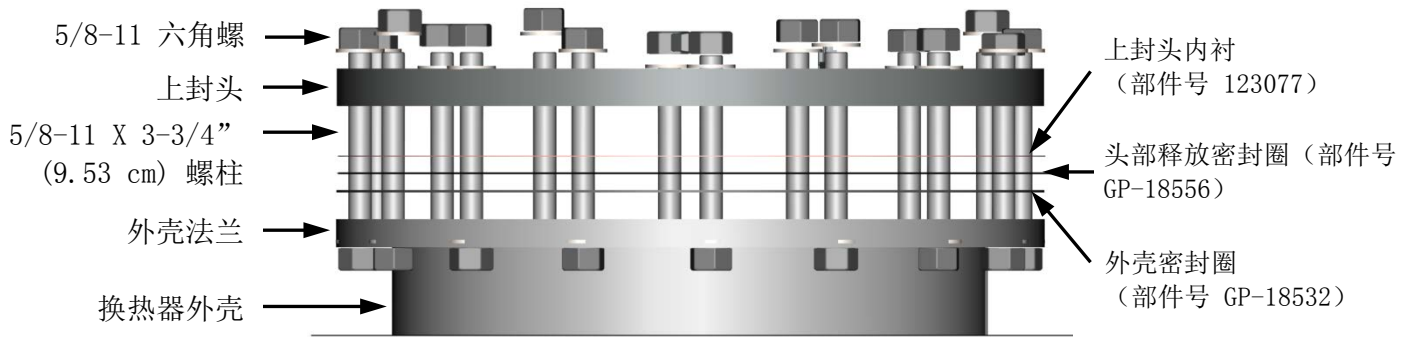

图 6-7. 换热器头部配置
卸下顶部的加热器头（参见图 6-7）便可检查加热表面的水侧。在执行检查之前，请确保备好以下更换部件：
4. 请参见下面的图 6-7，从上封头卸下 5/8-11 六角螺母和垫圈，然后卸下上封头、上封头内衬和密封圈。